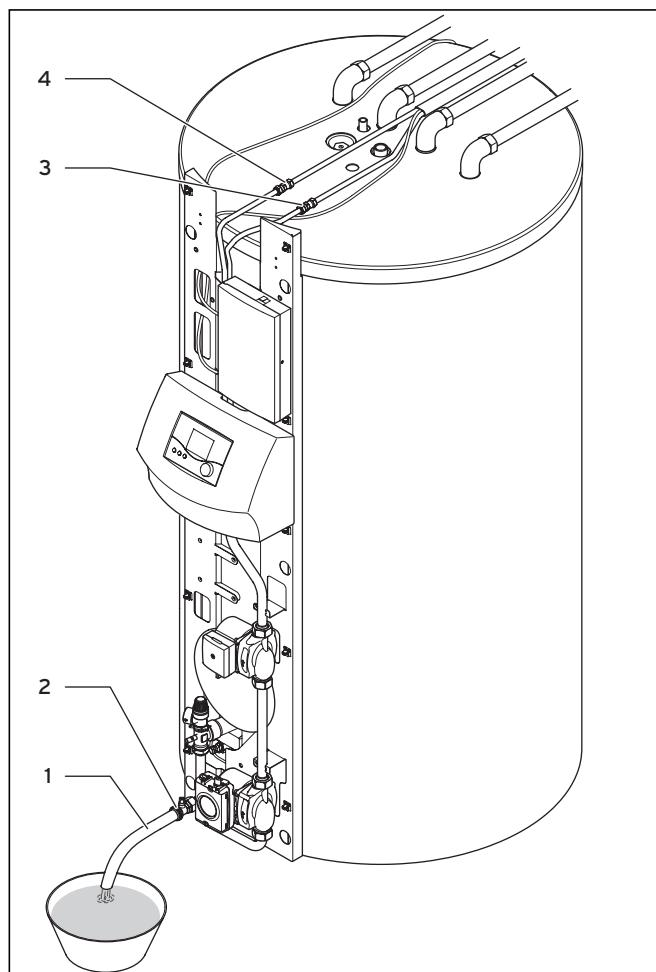

Fig. 8.3 Évacuation du fluide caloporteur
- Branchez un tuyau entre la soupape de surpression (4) et le réservoir de collecte du dispositif de remplissage.
- Remplissez puis rincez le ballon de stockage par le bas jusqu'à ce que plus aucune bulle d'air ne sorte au niveau de la valve de remplissage supérieure (2).
- Lorsque le dispositif de remplissage est en marche, fermez d'abord la valve de remplissage supérieure (2) puis la valve de remplissage inférieure (3). Mettez le dispositif de remplissage hors service.
- Joignez à nouveau les deux vis entre le ballon solaire et le « tube solaire en cuivre 2 en 1 » (voir fig. 8.3).